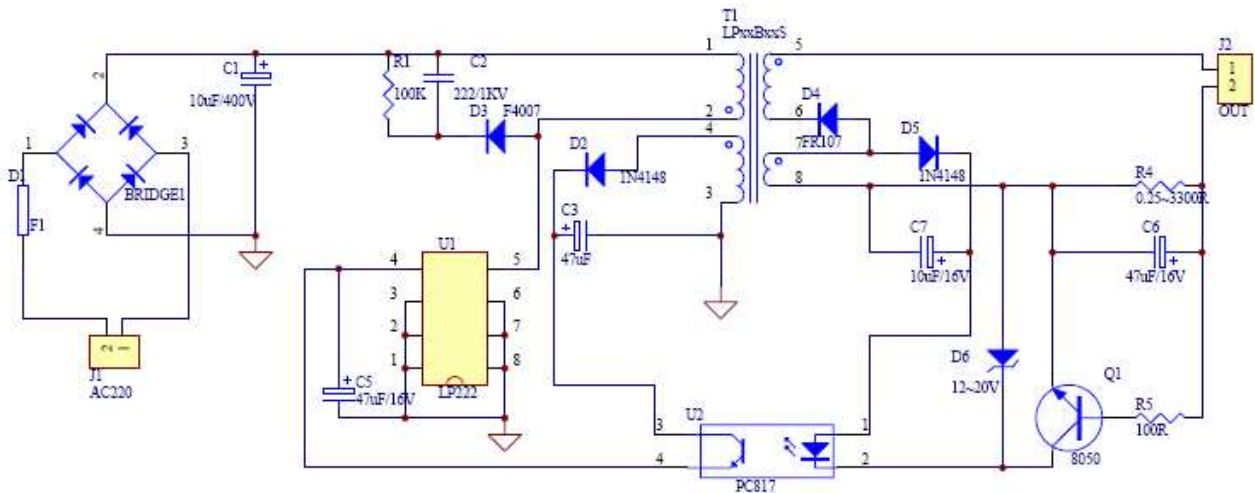

图 3. 隔离式 LED 日光灯电源原理图
2. **隔离式恒流电源**：隔离式是指在输入端和输出端有隔离变压器隔离，这种变压器可能是工频也可能是高频的。但都能把输入和输出隔离起来。可以避免触电的危险。这种隔离式的日光灯电源原理图如图 3 所示。